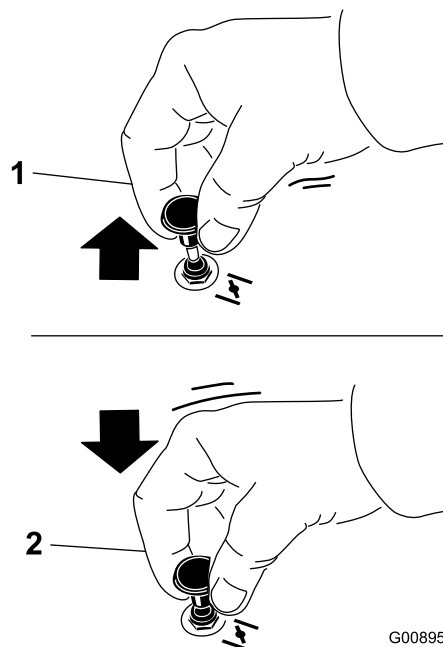

Figura 13
2. Puxe a alavanca do ar para cima para engatar o estrangulador antes de utilizar a ignição (Figura 13).
3. Empurre a alavanca para baixo para desativar o estrangulador do ar após o motor arrancar (Figura 13).